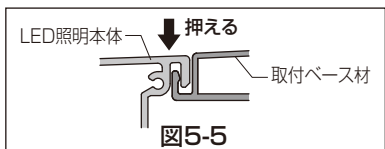

図5-5
- ※LED照明本体を上から手で押えた状態でねじ固定してください。(図5-5参照)